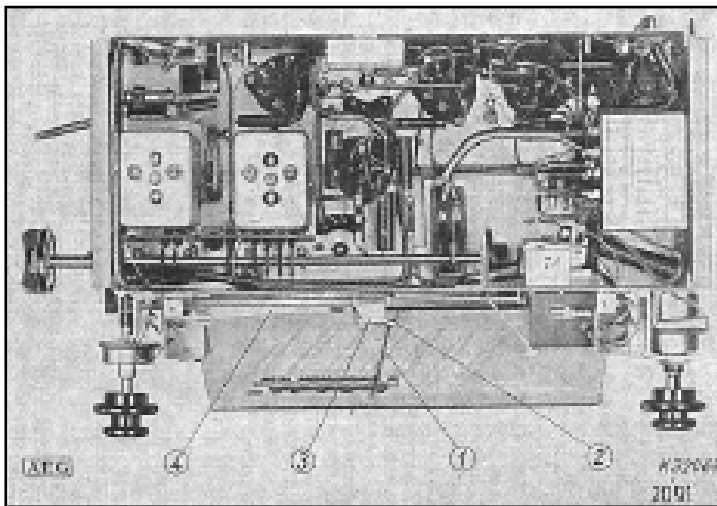

Abb. 14.
**AEG** Für das neue Rundfunkjahr wurde die «Meisterklasse 1935/36» geschaffen, die drei Geräte umfasst: einen Einkreis-Zweier, einen Zweikreis-Dreier und einen Vierröhren-Super, von denen das kleine Gerät mit Luftspulen, die beiden grösseren mit Eisen- spulen aufgebaut sind. Interessant ist die Spulenanordnung beim Zweiröhren-Empfänger; man verwendet hier Schwenkspulen für die Antennenkopplung und für die Rückkopplung, die durch Drehknöpfe betätigt werden. Mit dem einen Knopf nimmt man gleichzeitig die Wellenbereich-Umschaltung vor. Aus einer Mittelstellung dieser Knöpfe heraus erzielt man nun nach beiden Seiten grössere Lautstärken, und zwar nach der einen auf dem Mittel-, nach der anderen auf dem Lang-Bereich. Beim grossen Gerät hat man eine vollkommen gleichmässige und dadurch sehr übersichtliche Teilung der waagerechten Linearskala erreicht, indem man den Zeiger nicht nur in waagerechter Richtung bewegt, sondern ihn ausserdem durch eine Kurvenschiene etwas dreht; trotz der üblichen Mittellinien-Drehkondensatoren erzielt man so eine «frequenzgerade» Verteilung der Sender auf der Skala (Abb. 14).
**Schaub** Neben einem neuen Einkreiser und einem Zweikreis-Dreier für Allstrom erzeugt die Firma einen Dreikreis-Dreiröhren-Empfänger und einen Vierröhren-Superhet, den ersteren als Bandfiltergerät mit Zweipol-Gleichrichtung und Schwundregelung, den letzteren – genau wie den Einkreiser – mit dem sogen. Sender-Kompass, einer aussen an den Empfänger angebauten, bequem in die günstigste Blickrichtung einstellbaren stiluhrförmigen Skala (Abb. 14).